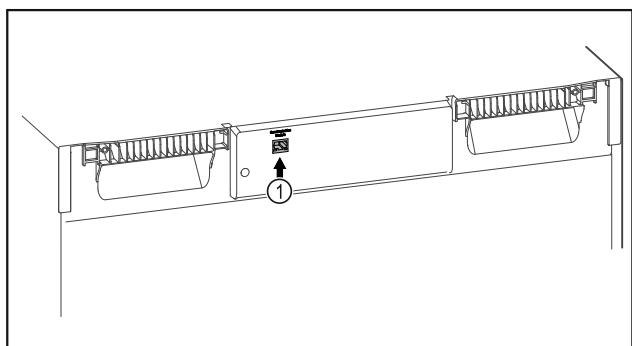

Fig. 152
- Se utiliza SmartModule Fig. 152 (1).